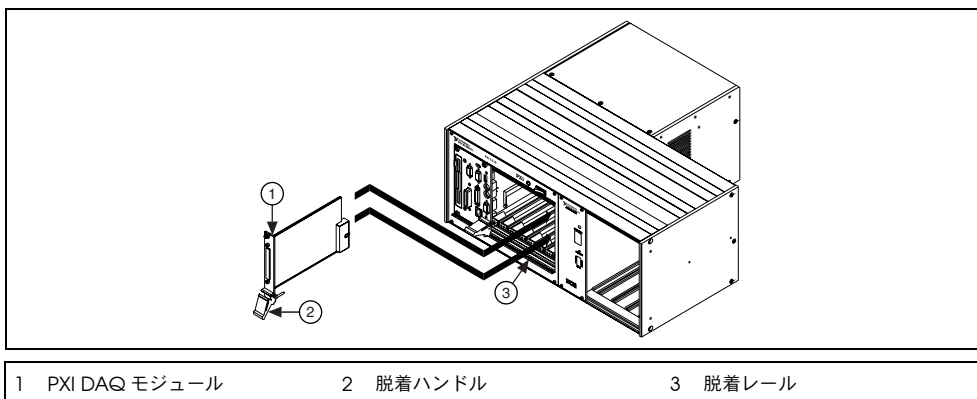

図 4 新規シャーシに PXI モジュールを取り付ける
2. 図 4 のように、モジュールの縁を上下の PXI モジュールガイドに配置します。